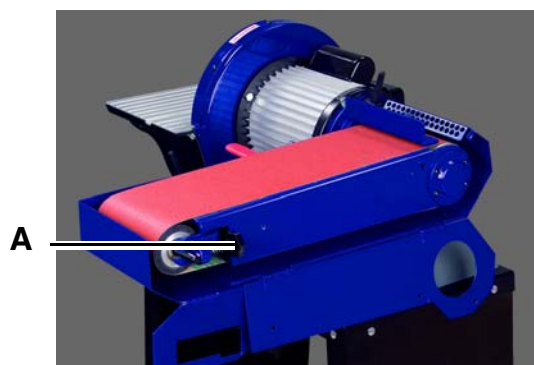

Abb. 17: Bandlauf einstellen
Schritt 1: Der Lauf des Schleifbandes kann über die Spureinstellschraube A (Abb. 17) verändert werden. Wenn sich das Schleifband auf die Schleifscheibe hin bewegt, die Einstellschraube im Uhrzeigersinn drehen. Wenn sich das Schleifband von der Schleifscheibe weg bewegt, die Einstellschraube entgegen dem Uhrzeigersinn drehen. Anschließend das Schleifband mit der Hand in eine Richtung bewegen und den Lauf überprüfen. Den Lauf nochmals verändern, wenn nötig.